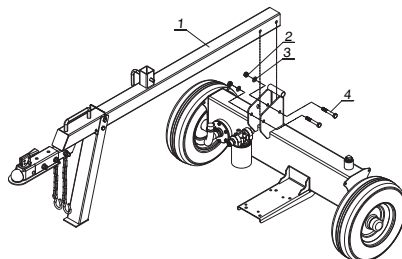

Figure 4
1. Attachez la barre de remorquage (n° 1) au réservoir hydraulique et fixez-la en utilisant des boulons hexagonaux M12x100 (n° 4), une rondelle plate Ø12 (n° 3) et un contre-écrou en nylon M12 (n° 2). (Voir fig. 4)